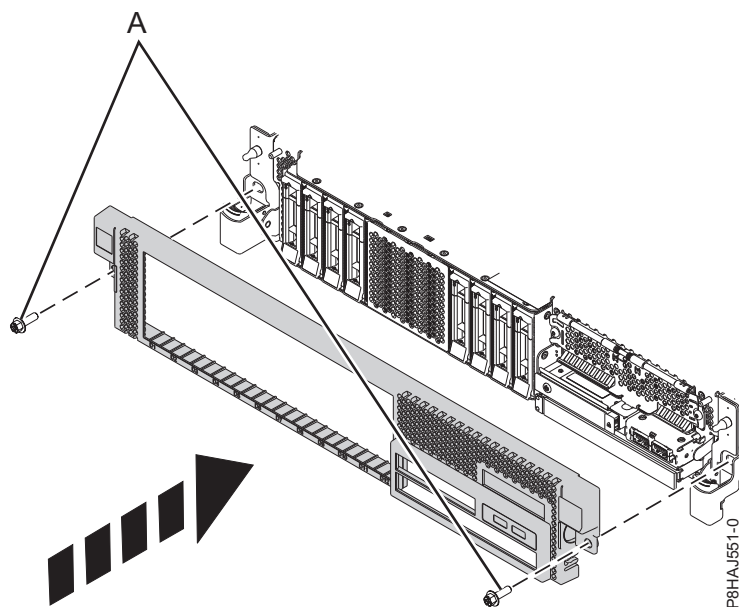

Figura 102. Instal·lació de la coberta frontal
3. Tanqueu els pestells d'alliberament empenyent-los en la direcció que mostra la Figura 102 a la pàgina 131. La coberta queda fixada al seu lloc i té una osca des d'on es pot retenir més fàcilment.
4. Substituïu els cargols de muntatge (A).